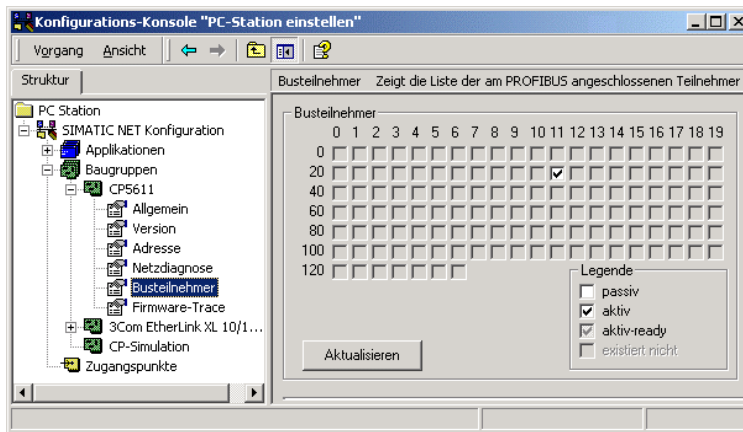

Bild 2-34 Anzeige der aktiven Busteilnehmer, z.B. die MPI-Adresse 31
1. Wählen Sie im Verzeichnis *Baugruppen* den Unterordner *CP 5611* (siehe Bild 2-34).
In Bild 2-34 wird beispielsweise die MPI-Adresse 31, die für den SINAUT-PC konfiguriert wurde, als aktiver Busteilnehmer angezeigt. Wenn die MPI-Schnittstelle mit dem Bus verbunden ist und es sind darauf noch weitere MPI-Teilnehmer aktiv (z.B. Ihr PG oder vielleicht die lokalen TIMs), so werden diese MPI-Adressen ebenfalls als aktiv angezeigt.